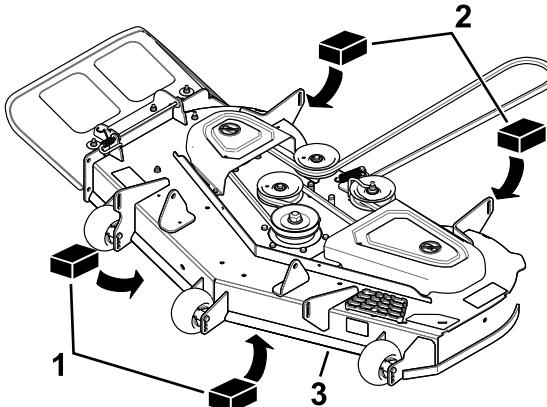

Bild 74
3. Legen Sie zwei 6,6 cm dicke Blöcke an jeder Seite unter die vordere Kante des Mähwerks, jedoch nicht unter die Halterungen der Antiskalpierrollen (Bild 74).
4. Legen Sie zwei 7,3 cm dicke Blöcke unter die hintere Kante des Mähwerks, einen an jeder Seite des Mähwerks (Bild 74).